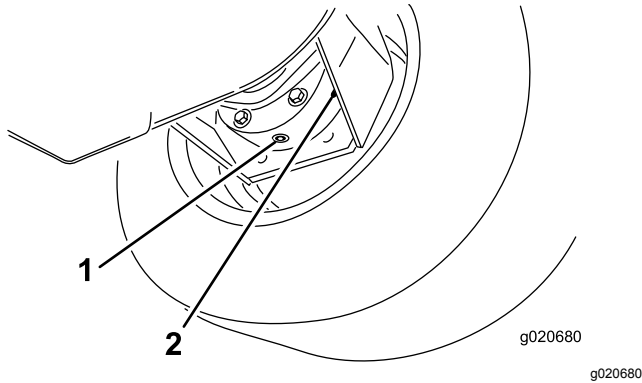

Bild 105
3. Stellen Sie eine Auffangwanne unter das Bremsgehäuse, entfernen Sie die Ablassschraube und lassen das Öl ablaufen (Bild 105).